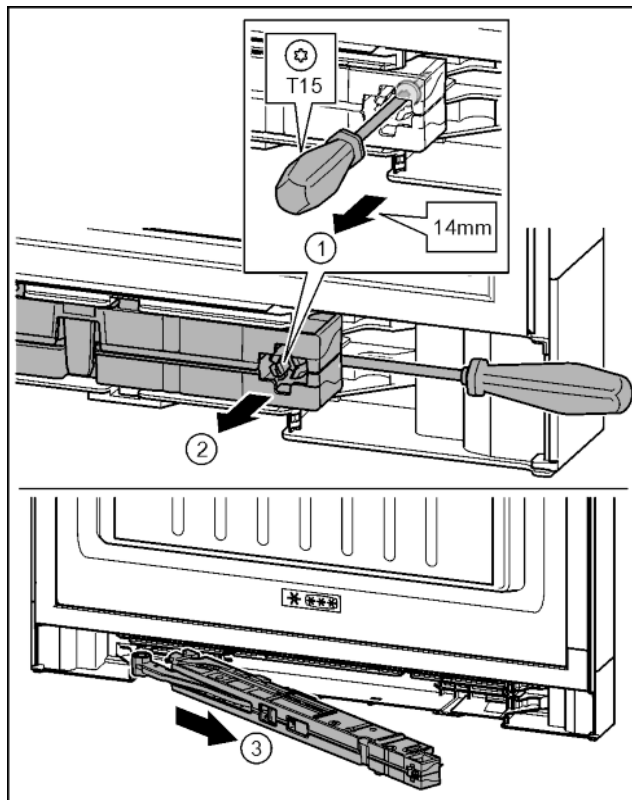

Fig. 17
- ▶ Šroub na jednotce tlumiče zavírání povolte šroubovákem T15 o cca 14 mm. Fig. 17 (1)
- ▶ Šroubovákem na straně madla zajedte za jednotku tlumiče zavírání. Otočte jednotku dopředu. Fig. 17 (2)
- ▶ Vytáhněte jednotku. Fig. 17 (3)